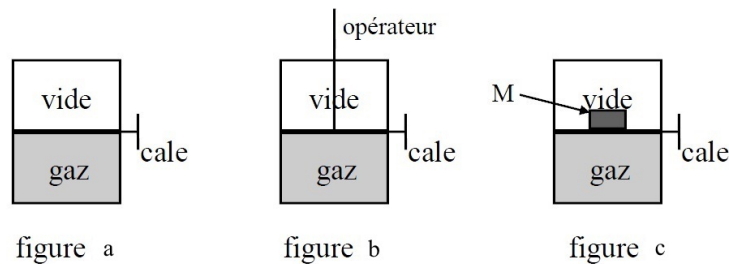

FIGURE 1 – Schémas associés aux trois transformations
3. Pour la première méthode, le piston est simplement libéré (figure 1 a). Calculer le travail W_a et le transfert thermique Q_a échangés par le gaz au cours de la transformation puis réaliser les applications numériques.
4. Pour la deuxième méthode, le piston est libéré, mais un opérateur le retient au cours de la détente, la rendant ainsi quasi-statique (figure 1 b). Le gaz occupe la totalité du volume dans son état final. Évaluez le travail W_b et le transfert thermique Q_b échangés par le gaz au cours de la transformation puis réaliser les applications numériques.
5. Pour la dernière méthode, le piston supporte initialement une masse $M = 150\ \text{kg}$ (figure 1 c). Exprimer le travail W_c et le transfert thermique Q_c échangés par le gaz au cours de la transformation puis effectuer les applications numériques.